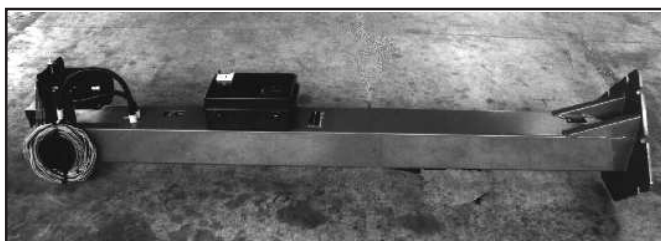

Fig.32 - Abb.32
1 - Posizionare la colonna comando come indicato in Fig.32.
1) Position the command post as shown in Fig.32.
1 - Placer la colonne de commande comme indiqué à la fig. 32.
1 - Die Steuersäule, wie in Abb. 32 gezeichnet, stellen.
2 - Die Steuerungssäule aufstellen, wie in Abb. 32 gezeichnet.
1- Colocar la columna de mando, como se indica en la Fig. 32